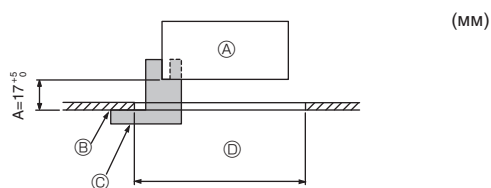
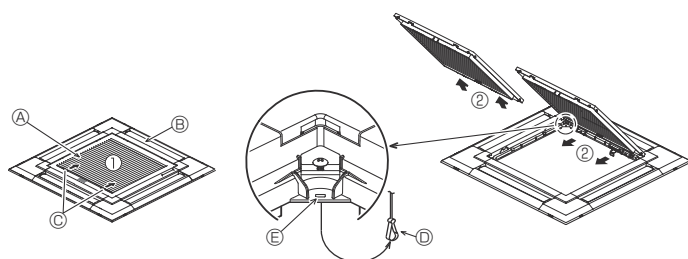
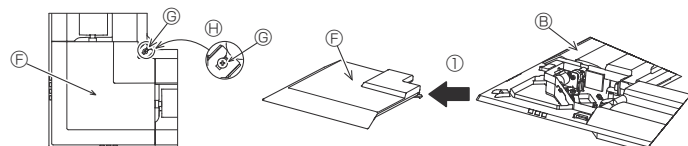

Fig. 7-2
Fig. 7-3
Fig. 7-4
①	Решетка	1	950 × 950 (мм)
②	Монтажный калибр	1	(Поделен на 4 части)
③	Винт (4 × 16)	1	для PLP-6EAE, PLP-6EAL, PLP-6EALME
④	Угловая панель i-see Sensor	1	для PLP-6EAE, PLP-6EAL, PLP-6EALME
⑤	Беспроводной пульт дистанционного управления	1	для PLP-6EAL, PLP-6EALME
⑥	Держатель пульта дистанционного управления	1	Входит в комплект при наличии беспроводного пульта дистанционного управления.
⑦	Батареи LR6 AA	2	Входит в комплект при наличии беспроводного пульта дистанционного управления.
⑧	Шурупы-саморезы 3,5 × 16	2	Входит в комплект при наличии беспроводного пульта дистанционного управления.
7.2. Подготовка к установке вентиляционной решетки (Fig. 7-2)
- С помощью поставляемого в данном комплекте калибра ② отрегулируйте и проверьте размещение главного прибора относительно поверхности потолка. Если положение главного прибора относительно поверхности потолка неправильное, то результатом могут явиться утечки воздуха или образование конденсата.
C) Монтажный калибр ② (вставлен в главный прибор)
7.2.1. Удаление воздухозаборной решетки (Fig. 7-3)
- Сдвиньте рычаги в направлении, обозначенном стрелкой ①, чтобы открыть воздухозаборную решетку.
- Пока воздухозаборная решетка находится в "открытом" положении, удалите стержень воздухозаборной решетки с вентиляционной решетки в направлении стрелки ②.
7.2.2. Удаление угловой панели (Fig. 7-4)
- Ослабьте 4 винта на углу. Сдвиньте угловую панель в направлении стрелки ①, показанной на рисунке, и снимите ее.
[Fig. 7-3] [Fig. 7-4]